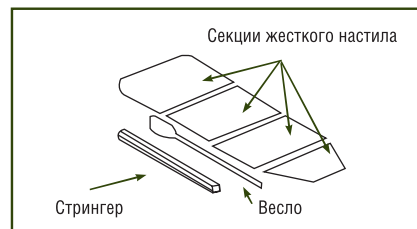

рис. 6
- Поместите весло под дно лодки с той стороны, где будет установлен стрингер таким образом, чтобы дно лодки приподнялось над поверхностью (рис.6).